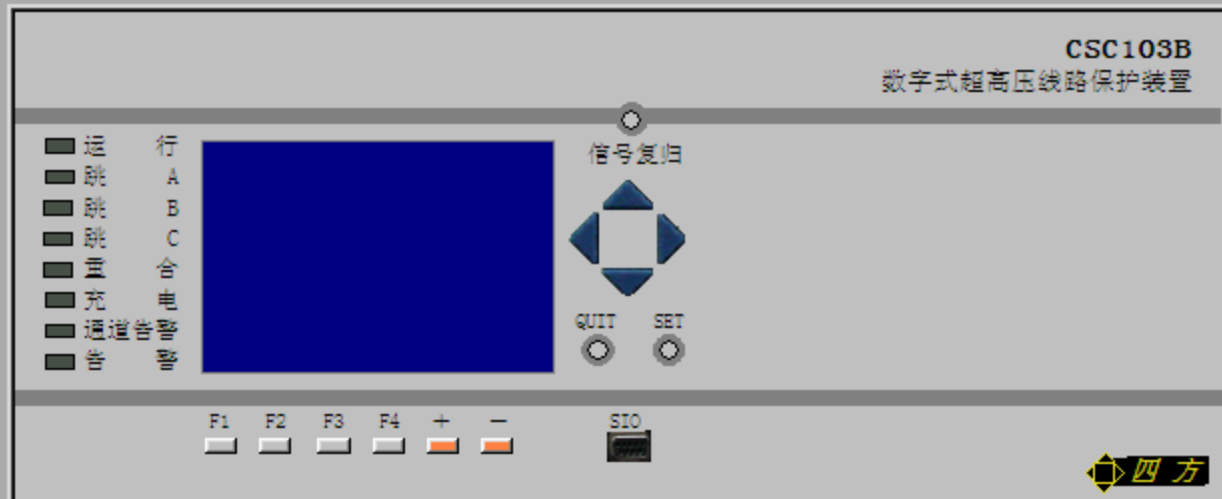
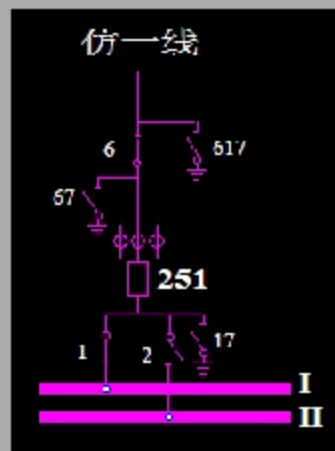

图1
图2
4. 220kV仿一线的保护装置为CSC-103，如图1。当220kV仿一线正常运行时，2516隔离开关A相发生绝缘套管闪络，造成单相永久故障，如图2。故障后该装置面板上状态为亮的信号灯有：（ ）